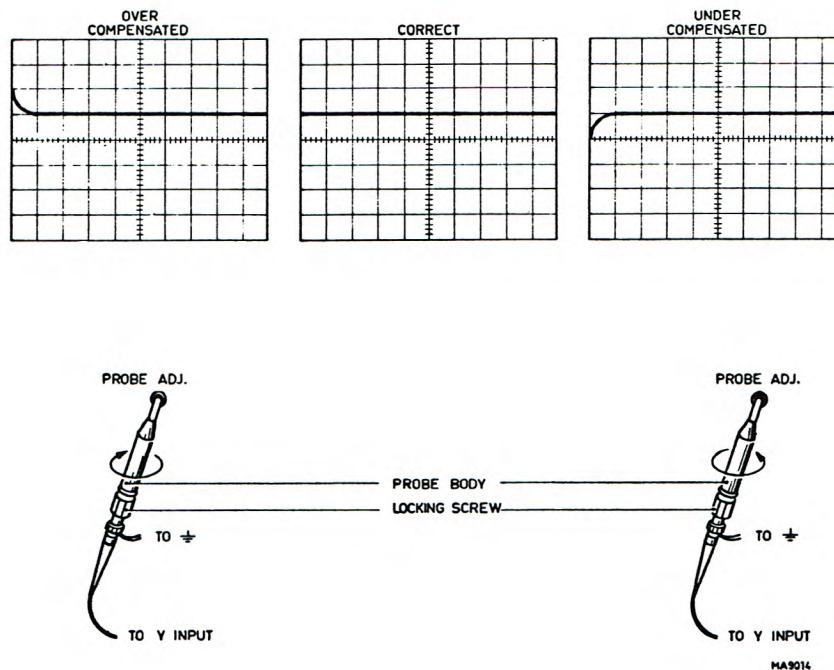

Fig. 2.3 Réglage des sondes PM 9326 et PM 9327
- Desserrer la vis de serrage et tourner le corps de sonde (voir Fig. 2.3) par rapport au câble jusqu'à ce que le réglage correct soit obtenu.